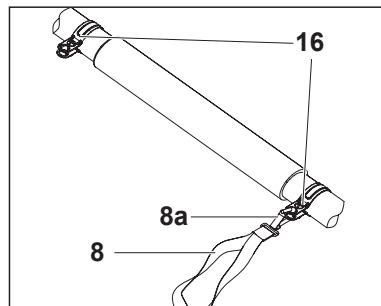

Fig. 7
2. L'appareil doit être dans une position parfaitement équilibrée. Le cas échéant, défaites le mousqueton [8a] et attachez l'appareil à l'autre boucle [16] (fig. 7).